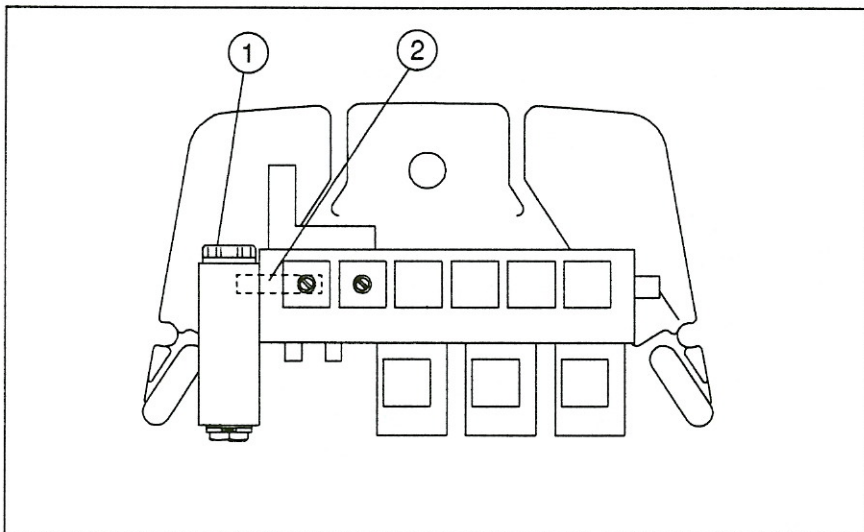

Abb. 7. Austausch des Wasserfilters.
- 4) Schrauben Sie den Wasserfilter (Abb.7. (1)) von Hand heraus und montieren Sie einen neuen.
- 5) Nehmen Sie die Düse (Abb. 7(2)) zwischen Filterblock und Ventilblock heraus und reinigen Sie sie.